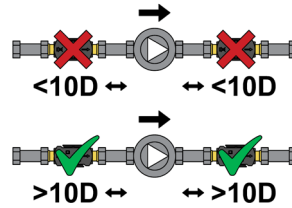

Fig.3
3. No colocar el caudalímetro inmediatamente antes o después de una bomba de circulación (**Fig.3**);